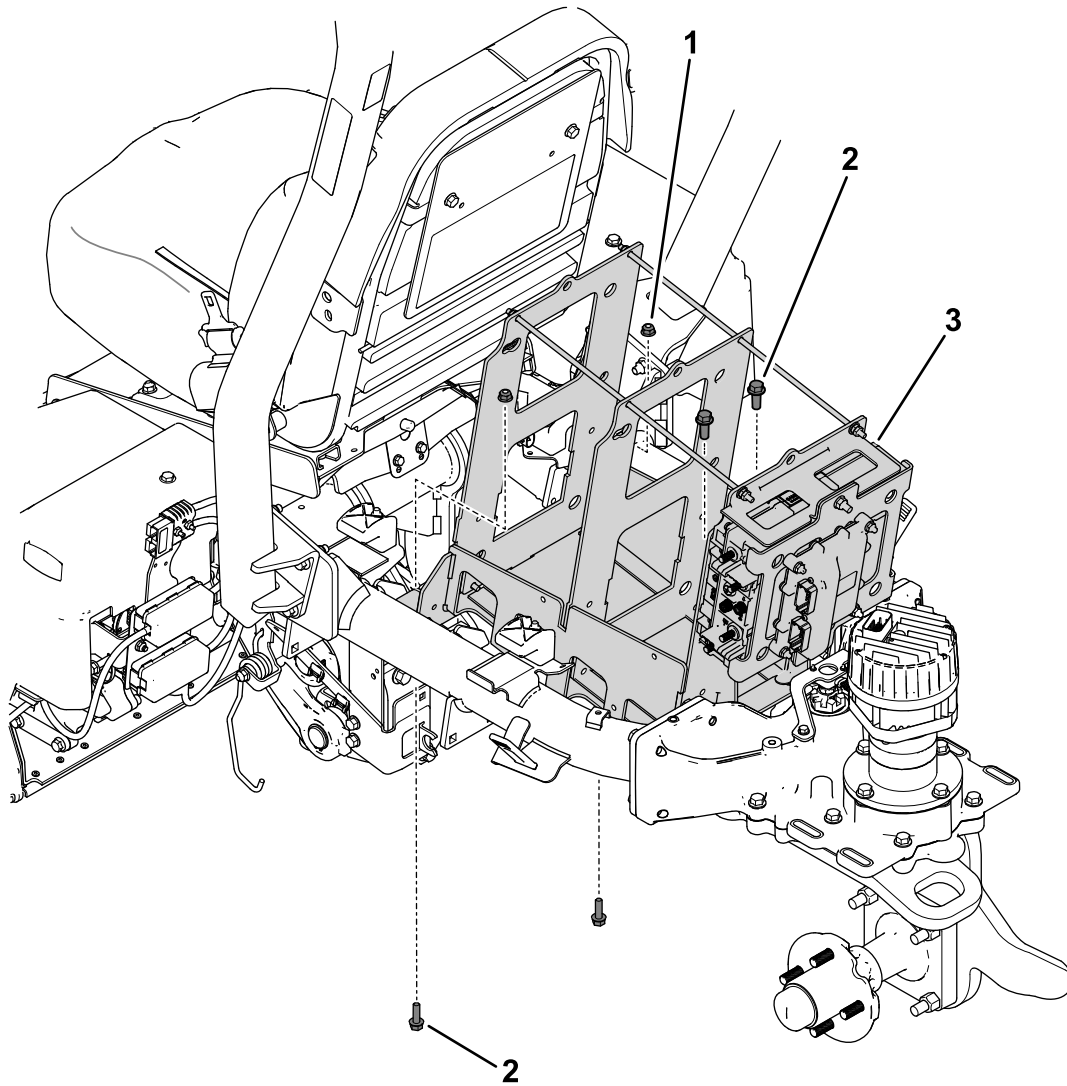

Figura 5
4. Retire las fijaciones que sujetan la bandeja de las baterías superiores al bastidor de la máquina (Figura 5).